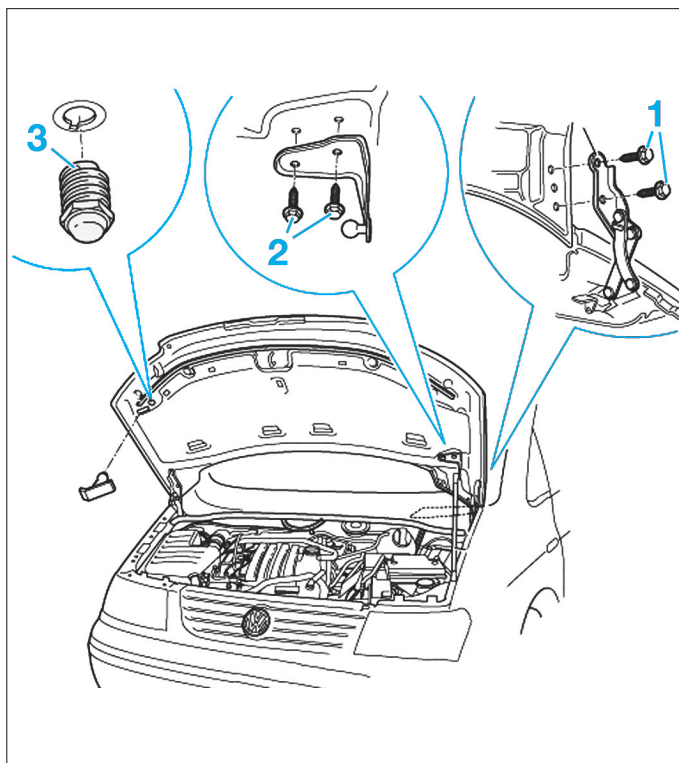

Fig. 84
- De chaque côté, déposer les vis de fixation (1) et (2) (Fig.84).